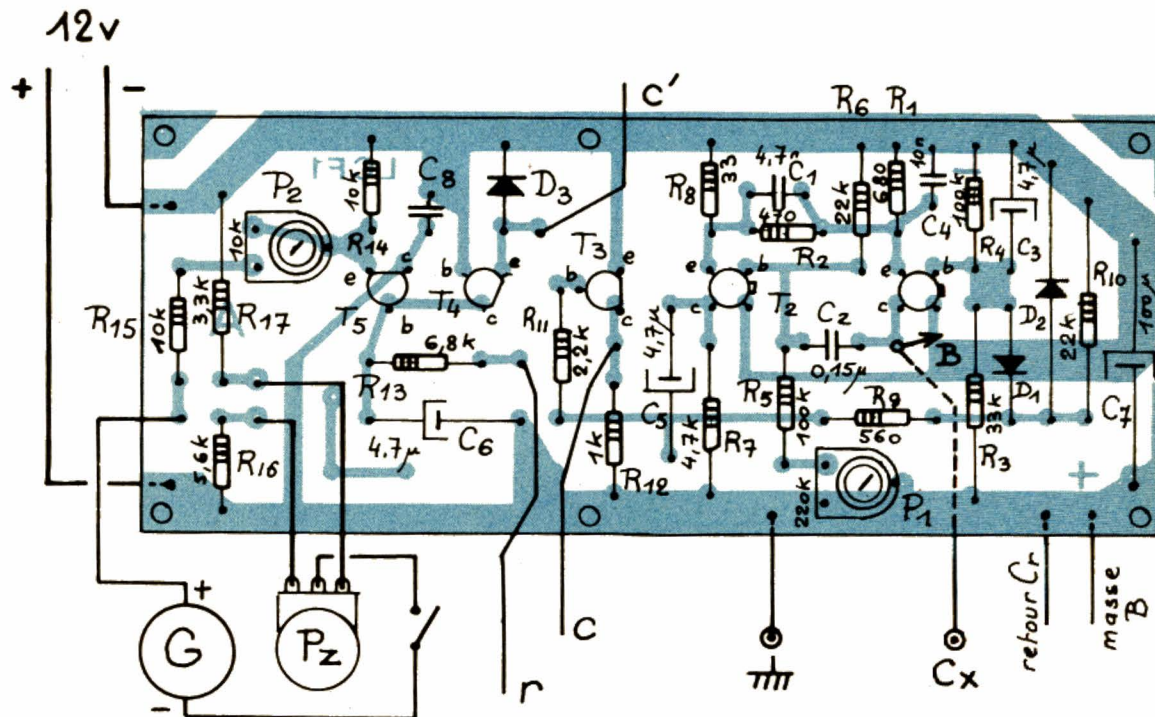
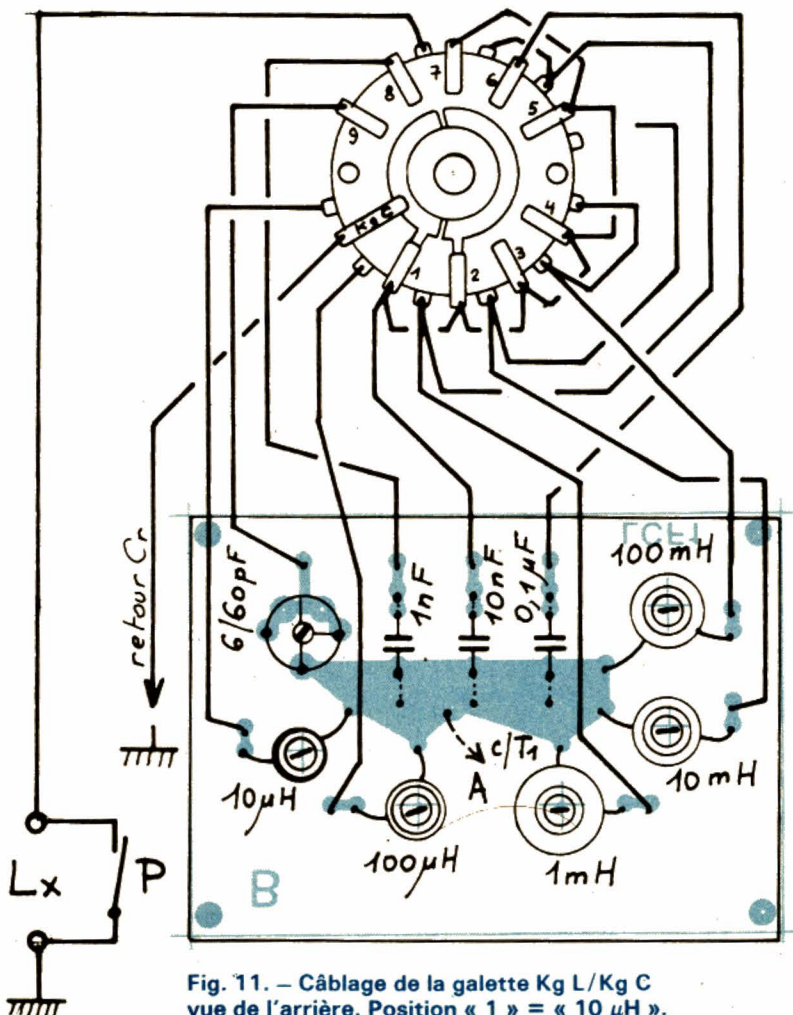
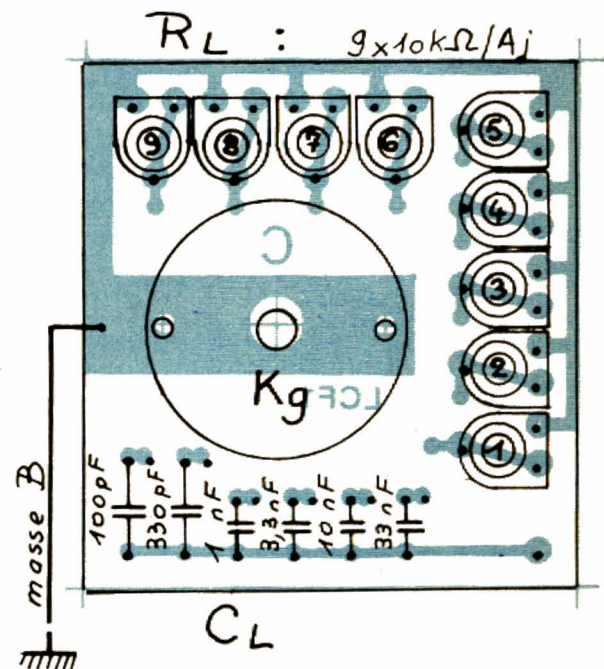
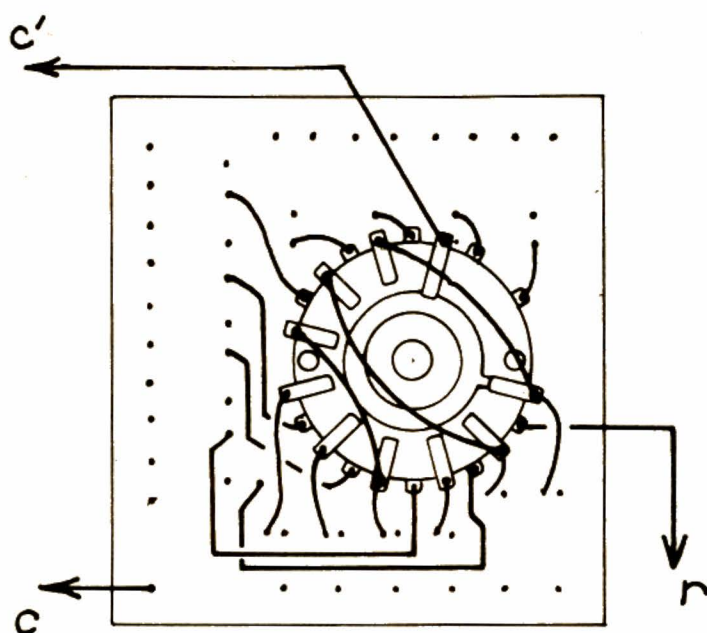

Fig. 10. - Pose des composants sur le circuit A.
Fig. 11. - Câblage de la galette Kg L/Kg C vue de l'arrière. Position « 1 » = « 10 µH ».
Fig. 12. - Pose des composants sur le circuit C.
Fig. 13. — Câblage de la galette Kg r/Kg c vue de l'avant. Position « 1 » = « 10  $\mu$ H ».
a) **Circuit principal A.** Voir figure 10. C'est très simple et la figure appelle peu de commentaires. Tous les composants sont à souder bien à plat. Faire évidemment très attention au sens des transistors, diodes et chimiques.
b) **Circuit B.** Voir figure 11. On pourra réaliser des picots à souder avec des chutes de fils de composants. Les souder sur B, ce qui permettra de raccorder facilement les fils des inductances.
c) **Circuit C.** Voir figure 12. Souder les neuf résistances ajustables et les condensateurs  $C_i$ . Le CI C est fixé sur l'encliquetage, entre les galettes correctement orientées. Voir figure 11 et 13.
Assurer toutes les liaisons entre les éléments  $R_i$ ,  $C_i$  et la galette avant. Voir figure 13. Monter maintenant A et B d'une part et encliquetage et C d'autre part, à leur place définitive dans le boîtier. Faire les liaisons entre les bobines  $L_r$ , les condensateurs  $C_r$  et la galette arrière (voir figure 11) avec du petit fil rigide. Ces fils assurent le maintien des éléments entre eux lors d'un démontage. Terminer les liaisons en se reportant à la figure 10.